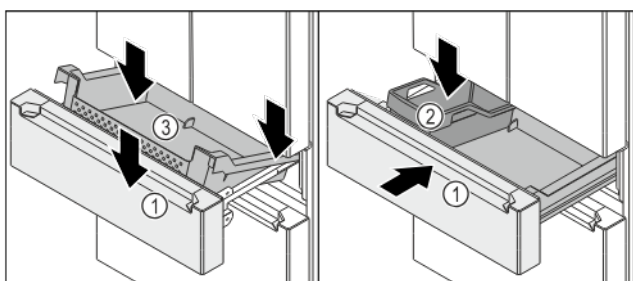

Fig. 151
- ☐ Wózek wysuwany Fig. 151 (1) jest wyjęty.
- Pojemnik Fig. 151 (3) umieścić po prawej i lewej stronie na szynach.
- Pojemnik Fig. 151 (3) opuścić z przodu tak, aby pojemnik Fig. 151 (3) znajdował się na szynach po prawej i lewej stronie.
- Zakładanie FlexBox Fig. 151 (2).
- Wsunąć wózek wysuwany Fig. 151 (1).